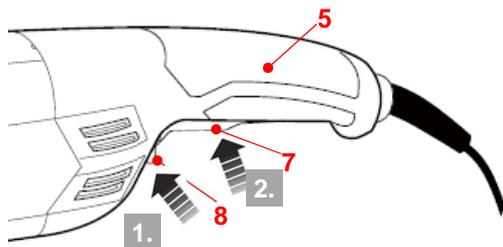

Fig. 17
1. Empurre o botão de bloqueio para a frente (8) e mantenha-o em posição (Fig. 17, passo 1).
2. Pressione o interruptor de ligar/desligar (7) para ligar o produto (Fig. 17, passo 2). Solte o botão de bloqueio (8) posteriormente.
3. Solte o interruptor de ligar/desligar (7) para desligar o produto.